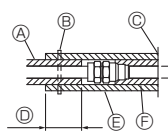

Fig. 4-1
3. Asegúrese de añadir material aislante a las tuberías de agua, recubriéndolas por separado con polietileno resistente al calor y de grosor suficiente, de forma que no se observen espacios vacíos en la junta entre la unidad interior y el material aislante, así como entre el material aislante. Cuando no se aplique suficiente material aislante, existe la posibilidad de que se forme condensación, etc. Preste especial atención al aislamiento de la cámara de aire del techo. [Fig. 4-1]